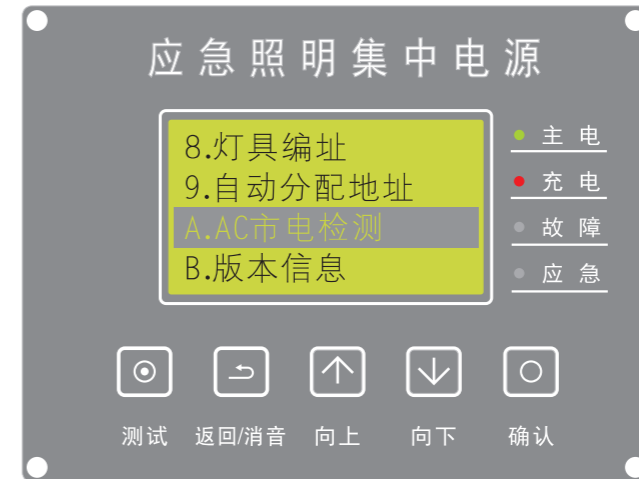

图29
(11)、AC市电检测: 在主屏时, 按【确认】键进入菜单, 按【向上/向下】键选择【AC市电检测】（如图29）按【确认】键进入。